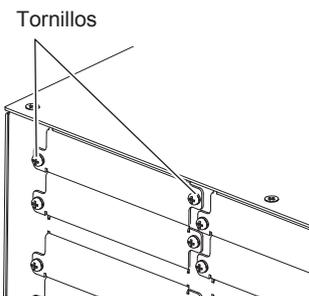

Figura 1
1) Quite la tapa de la ranura. (Figura 1)